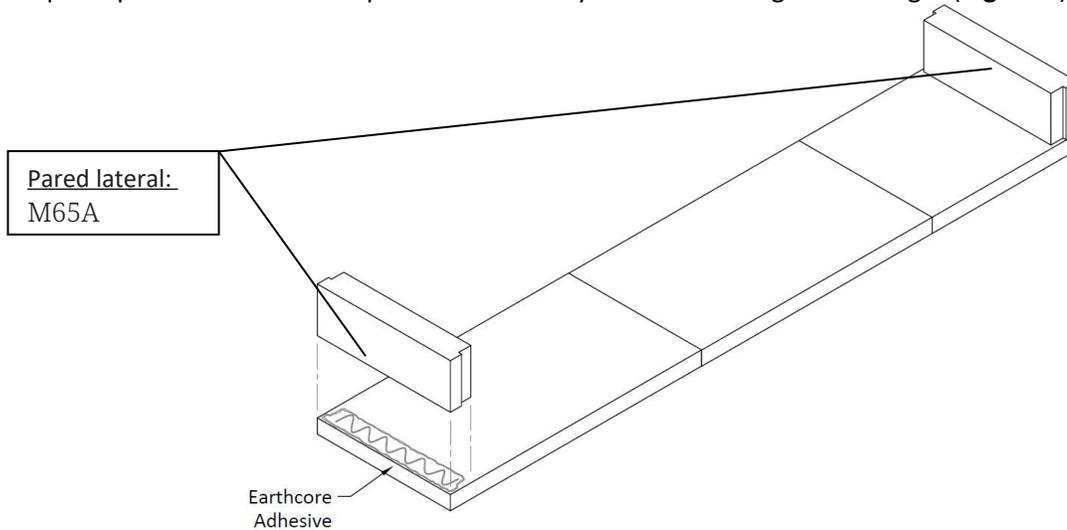

FIGURA 9
2) Coloque la primera hilera de las paredes laterales y traseras del hogar en su lugar (**Figura 9**).